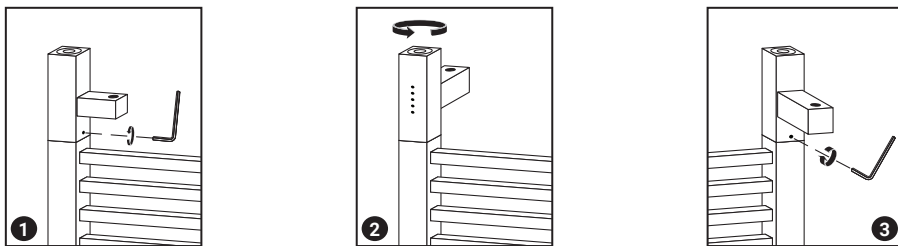

Рис.1
**ВНИМАНИЕ!** Многофункциональный электрический модуль «МЭМ CUBE» находится в транспортировочном положении. Перед установкой с помощью ключа ШГ№2,5 ослабляем винт без голографической пломбы (рис.1 «1»), поворачиваем корпус модуля розеткой скрытого подключения к стене (рис.1 «2»), затягиваем винт (рис.1 «3»). Изделие готово к установке.